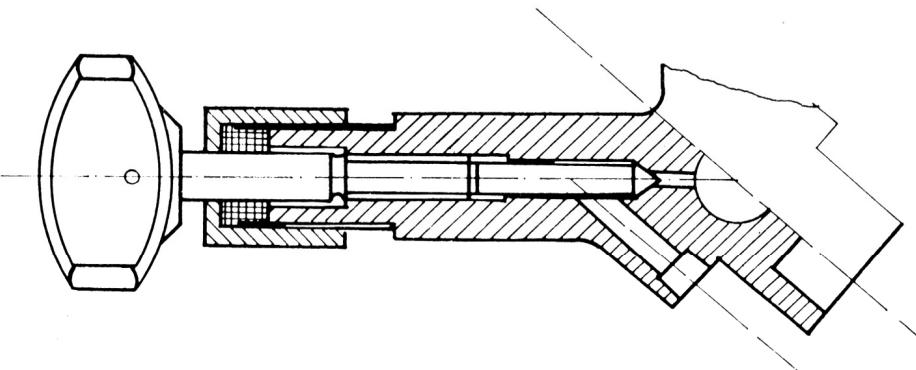

Fig 10
23. **Die Brennstoffhahnen** (Fig 10) dienen zum Öffnen und Abstellen der Brennstoffzufuhr. Jedes Brennerelement kann einzeln abgestellt werden. Die Brennstoffhahnen sind bezeichnet mit V = vorne und H = hinten.
Les robinets de carburant (Fig 10) servent à ouvrir et à fermer le passage du carburant. Chaque élément du brûleur peut être arrêté séparément. Les robinets de carburant portent l'indication V = avant et H = arrière.
I rubinetti del carburante (Fig 10) servono a chiudere e ad aprire le condotte del carburante. Ogni testa del bruciatore può essere regolata separatamente. I rubinetti sono marcati con V = davanti e H = dietro.